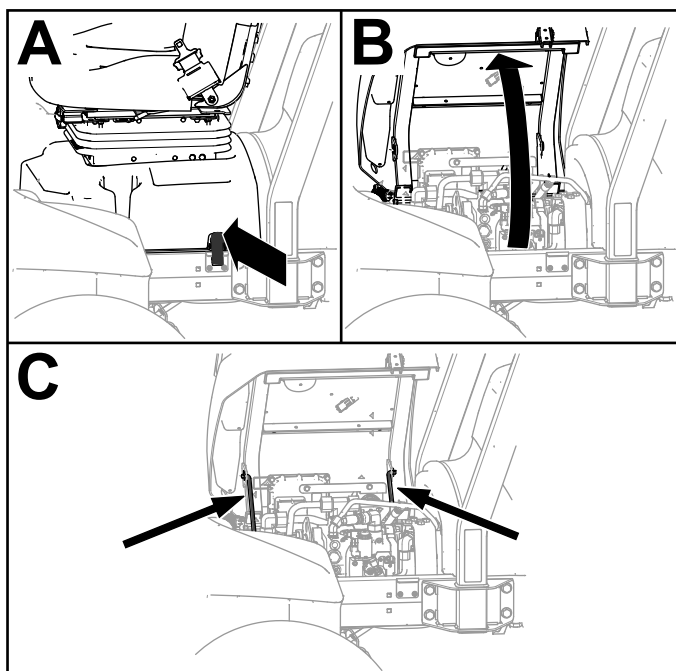

Figura 4
1. Desenganche la base del asiento (Figura 4, A).
2. Incline el asiento y la base (Figura 4, B).
3. Coloque las varillas de sujeción (Figura 4, C).